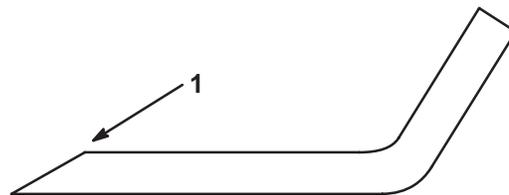

**Figure 34**
3. Enlevez le boulon (clé de 16 mm), la rondelle bombée, le porte-lame et la lame (Fig. 34). Pour enlever le boulon, bloquez éventuellement la lame en introduisant une cale en bois entre la lame et le carter de tondeuse.
1. Montez la lame, le porte-lame, la rondelle bombée (face concave vers la lame) et le boulon de lame (Fig. 34).